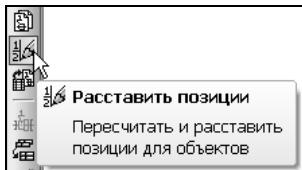

Рис. 9.106. Команда
3. Для согласования номера позиции сделайте текущим окно спецификации и нажмите кнопку **Расставить позиции** на панели **Спецификация** (рис. 9.106).